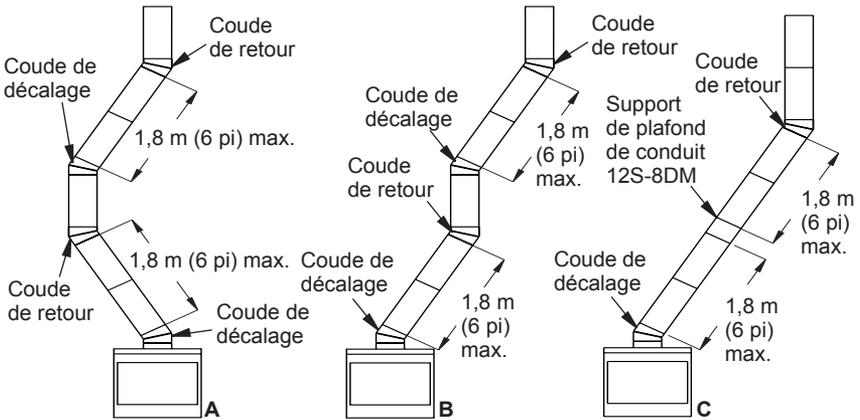

Figure 10 - Installation représentative d'un décalage
1. Afin d'obtenir le décalage voulu, vous pouvez installer toute combinaison de sections de conduit à double paroi de 30, 45, 60, 90 et 120 cm (12, 18, 24, 36 et 48 po) (voir le tableau des décalages et la figure 10).
3. La longueur maximale du conduit entre les supports (coude de retour ou 12S-8DM) est 2,82 m (6 pi) de longueur d'angle. On peut installer un maximum de deux sections de longueur d'angle de 2,82 m (6 pi) par cheminée (voir figure 10).